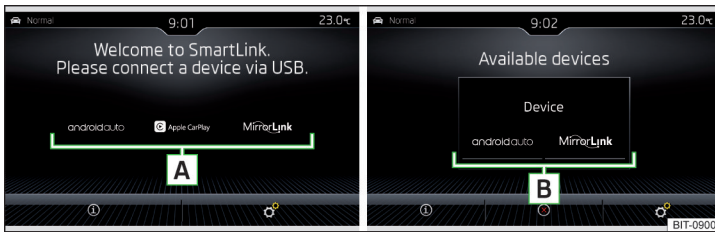

Fig. 202 Sistemas de comunicación soportados / Ejemplo de los sistemas de comunicación disponibles del equipo conectado externo
Si no existe ningún equipo externo conectado, entonces se muestra un menú con los sistemas de comunicación SmartLink soportados **A** » fig. 202.
Menú princ. » fig. 202
- Seleccionar el tipo del sistema de comunicación **B** soportado » fig. 202 de la pág. 181.